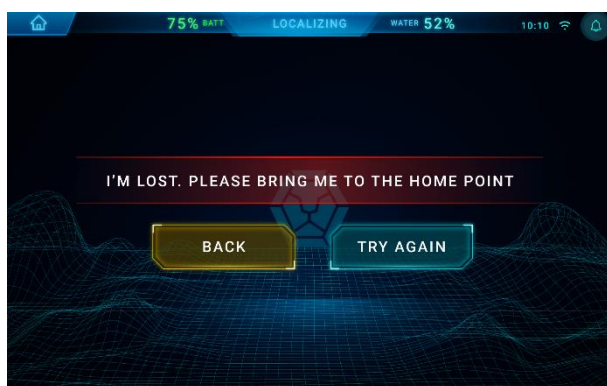

Fig 10
14. Si le robot est perdu, amenez-le au "POINT D'ACCUEIL" (Fig 10).